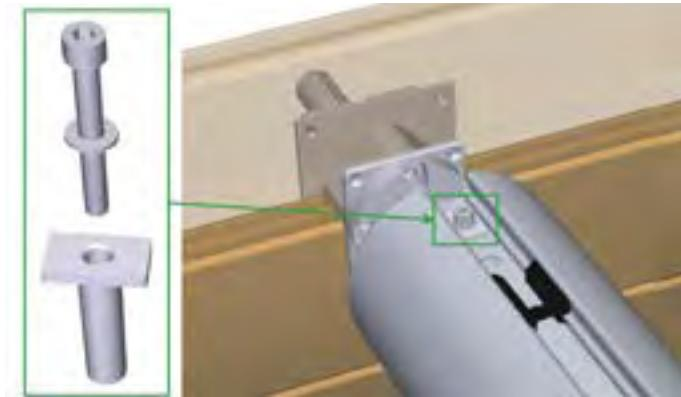

Figura 42 - Bloccaggio dell'albero nell'asse della copertura automatica
Bloccare l'albero in posizione nell'asse (*Figura 42*) utilizzando una cannula di plastica, una rondella da 8 mm e una vite a brugola 8 x 65 A4 SS (inclusa con l'asse di copertura).
Le fasi di assemblaggio della trave sono illustrate in Figura 42. Le viti necessarie per il montaggio sono racchiuse nella busta Y. In questa figura, la parete in legno si trova tra le parti 7 e 8, e il rivestimento è inserito tra le due guarnizioni in gomma (7).